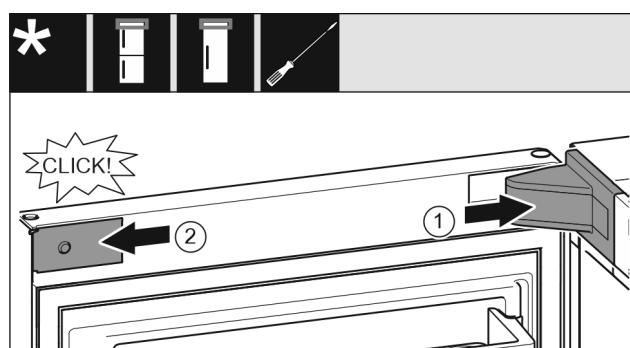

Fig. 22
- Namestite pokrov in ga zataknite, po potrebi ga previdno potisnite narazen. Fig. 22 (1)
- Ob strani namestite zaslonko in jo zataknite. Fig. 22 (2)